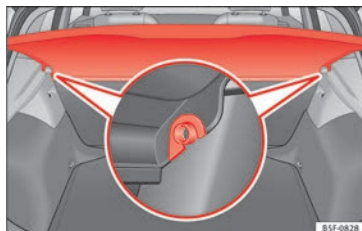

Fig. 161 Dans le coffre à bagages : dépose et repose de la plage arrière.
- Dégagez la plage arrière des supports latéraux »» **fig. 161** en la tirant vers le haut puis en la détachant.
- Introduisez la plage arrière horizontalement en faisant coïncider la « forme en U » sur l'axe des supports »» **fig. 161**, et appuyez vers le bas jusqu'à ce qu'elle s'encastre.